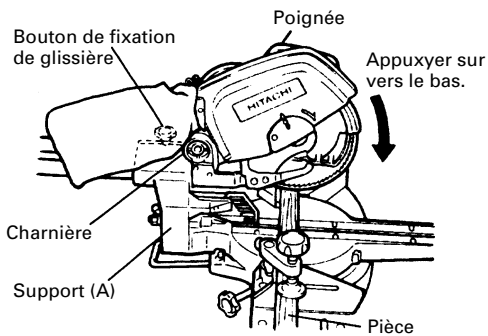

Fig. 21
- (1) Comme indiqué à la Fig. 21, la largeur de la lame est la largeur de coupe. En conséquence, glisser la pièce vers la droite (vue de la position de l'opérateur) pour obtenir la longueur **b**, et sur la gauche pour obtenir la longueur **a**.
- (2) Quand la lame a atteint sa vitesse maximale, abaisser doucement la poignée jusqu'à ce que la lame approche de la pièce.
- (3) Quand la lame touche la pièce, appuyer progressivement sur la poignée pour couper la pièce.
- (4) Quand la pièce est coupée à la longueur voulue, mettre l'outil électrique hors tension et attendre que la lame soit complètement arrêtée avant de relever la poignée en position complètement rentrée.
Glisser la charnière sur le support (A), et serrer le bouton de fixation de glissière comme indiqué à la Fig. 21. Abaisser la poignée pour couper la pièce. Cette façon d'utiliser l'outil électrique permet de couper des pièces d'une section allant jusqu'à 65 mm (2-9/16").